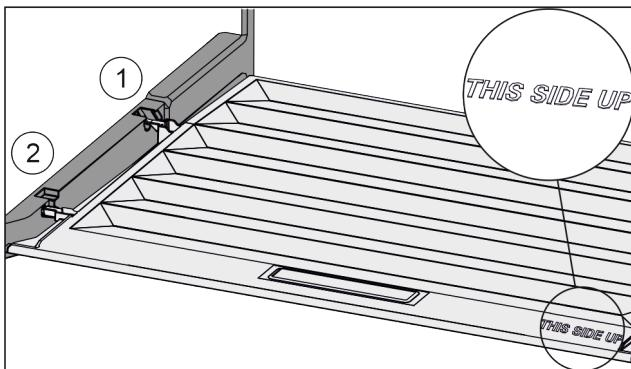

Fig. 153
- Вставить поперечні ребра через отвір заднього тримача Fig. 153 (1) і зафіксувати спереду у тримачі Fig. 153 (2).